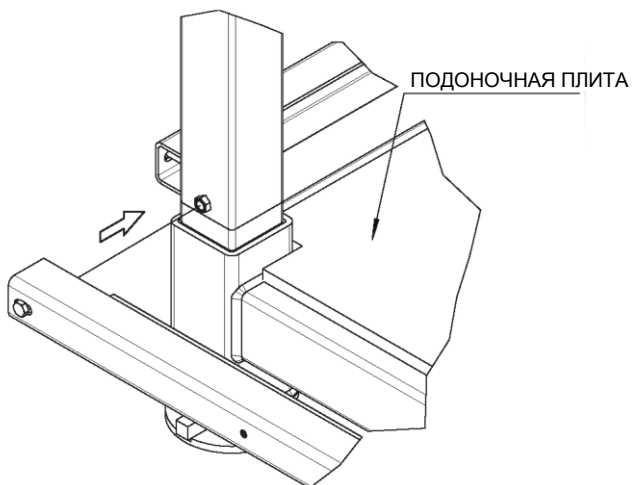

Рисунок 18. Образец установки опоры опалубки
- 4.1 Удостоверьтесь в том, что все четыре угловые стойки правильно вставлены в нижнюю раму. Вырежьте кусок фанеры для опалубки толщиной 18 мм в соответствии с EN 636-3, соблюдая формат, показанный на рисунке 17, и поместите его в центр нижней рамы. Привинтите болтами восемь опор опалубки к сварочным гайкам, расположенным на угловых стойках. Используйте болты, прикрепленные к опорам опалубки, см. рисунок 18. На данном шаге затяжка болтов не является обязательной.